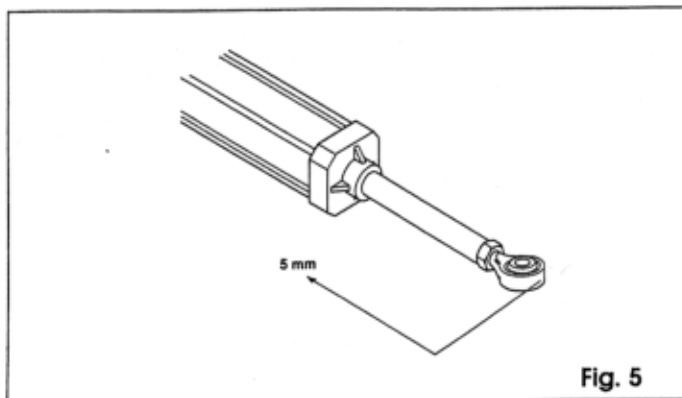

Fig. 5
- 5) Wyciągnąć całkowicie trzpień aż do oporu i wcisnąć z powrotem około 5 mm (rys.5).